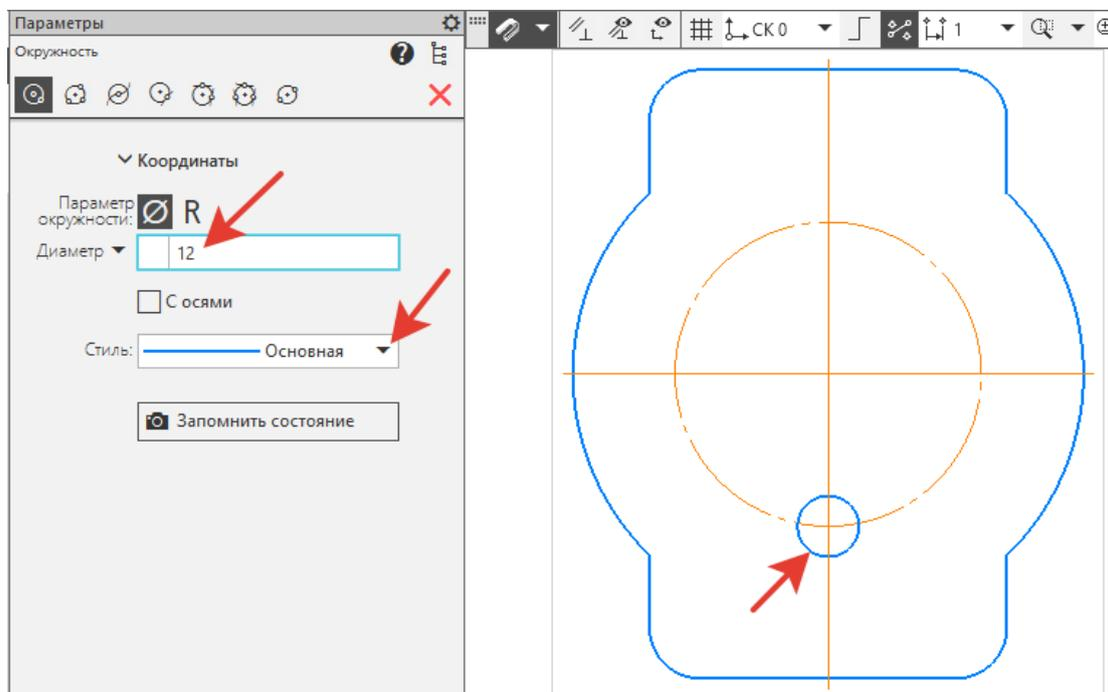

Рисунок 17.
10. На пересечении окружности $\varnothing 60$ и вертикальной осевой линии выполните окружность: *Диаметр - 12, Стиль - Основная* (рисунок 17).